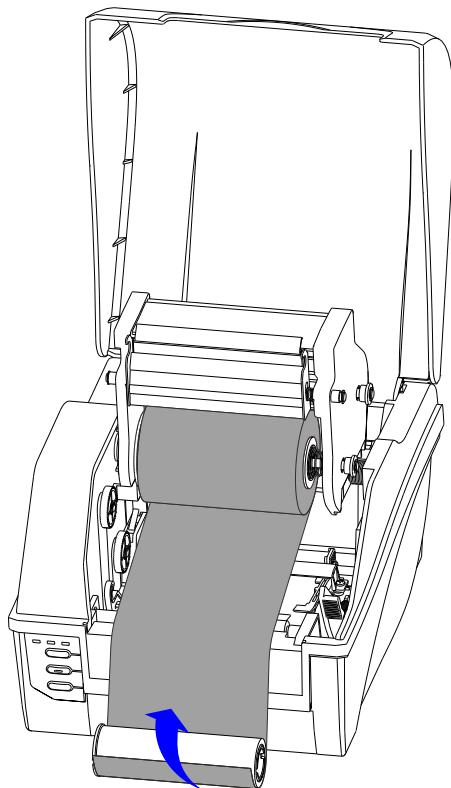

图 2-8
- 将碳带带头拉出，并按照图 2-8 中箭头所示方向缠绕在装好碳带适配管的空卷芯上（附着油墨的一面始终朝上），此步骤重复多次，直至碳带固定在空卷芯上。